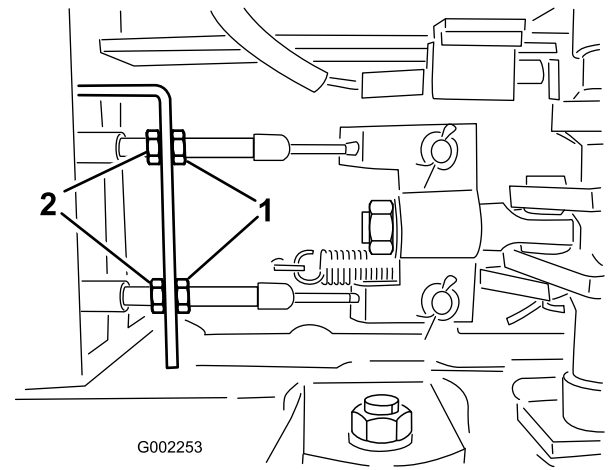

Figura 56
6. Apriete las tuercas traseras en la misma cantidad hasta que el pedal de freno recorra entre 1 a 2 cm antes de que se note resistencia (Figura 56).
5. Afloje las tuercas delanteras de los cables de freno, debajo del extremo delantero del pulverizador (Figura 56).